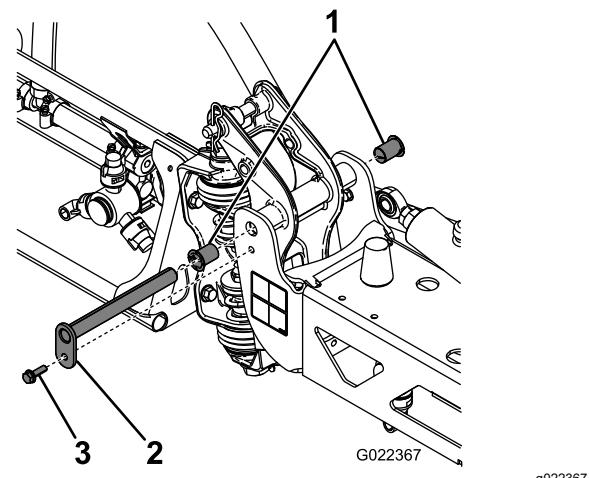

Bild 62
3. Wenn das Gewicht des Auslegers abgestützt ist, nehmen Sie die Schraube und die Mutter ab, mit denen der Lagerbolzen am Ausleger befestigt ist (**Bild 62**).
4. Entfernen Sie die Schraube und die Mutter, mit denen der Lagerbolzen befestigt ist, und nehmen Sie den Bolzen ab (Bild 62).
6. Nehmen Sie die Nylonbüchsen vorne und hinten an der Schwenkhalterung ab und prüfen Sie sie (Bild 62).
7. Tragen Sie etwas Öl auf die Nylonbüchsen auf und setzen Sie sie in die Schwenkhalterung ein (Bild 62).
8. Montieren Sie den Ausleger und die Schwenkhalterung im mittleren Rahmen und fluchten Sie die Löcher aus (Bild 62).